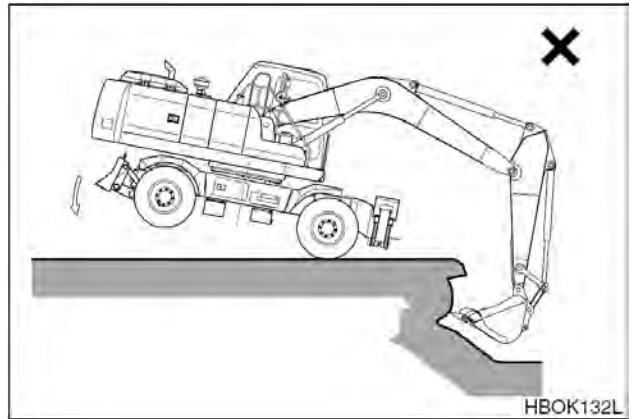

Рис. 59
7. ЗАПРЕЩАЕТСЯ использовать вес машины для придания дополнительного усилия отрыва. (Рис. 59)